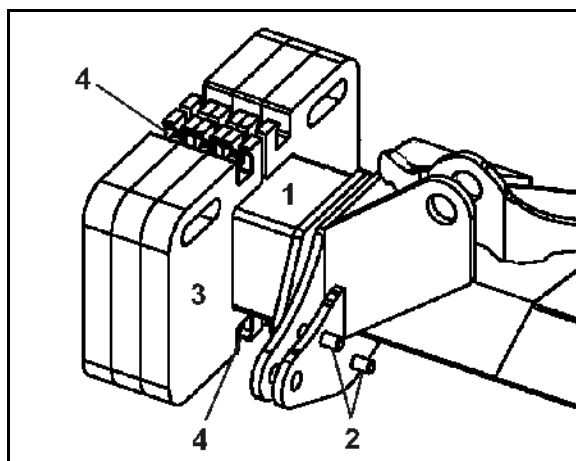

Рис. 19
1. Приверните крепежную трубу (Рис. 19/1) 4 винтами (Рис. 19/2) снаружи на консоли.
2. Привинчивайте по два дополнительных балласта (Рис. 19/3) к крепежной трубе (Рис. 19/4) и зафиксируйте в этом положении.